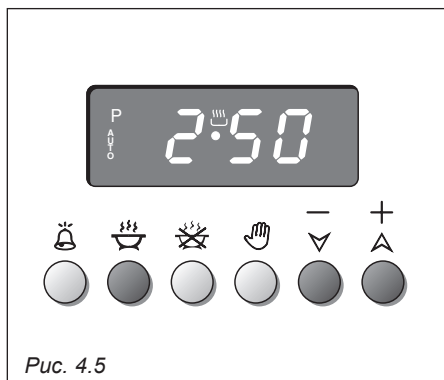

Рис. 4.5
1. Задайте время приготовления, нажав на кнопку , а затем на кнопку  (+) - для увеличения или на кнопку  (-) - для уменьшения временного периода (Рис. 4.5).